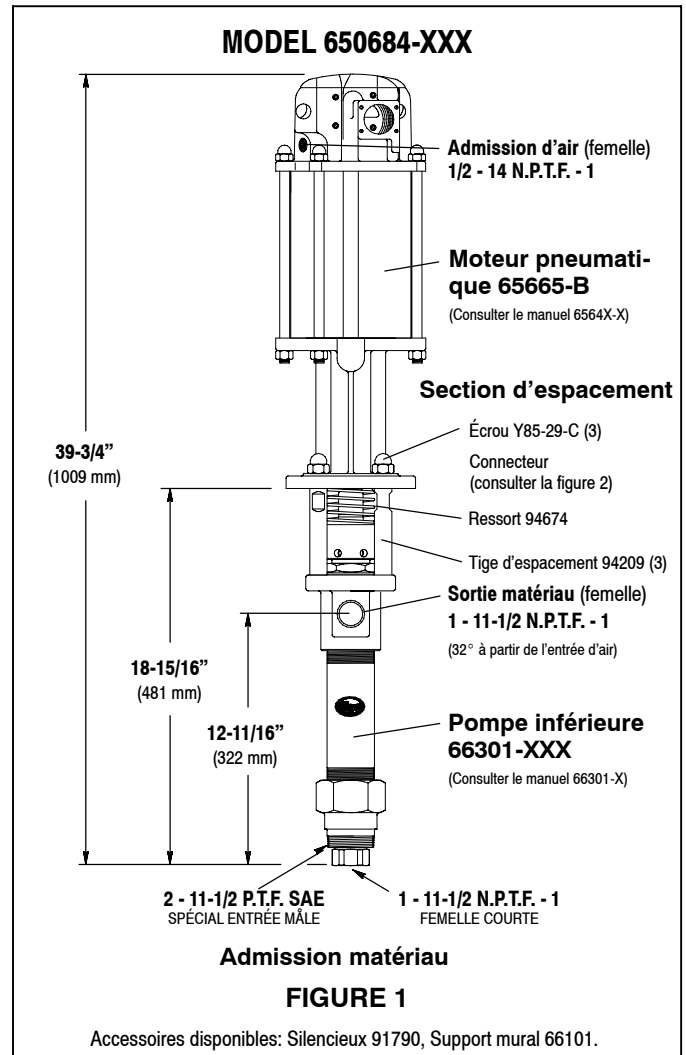

FIGURE 1
- Quite las tuercas de los tres vástagos espaciadores. (Fig. 1)
2. Retirer les trois écrous des trois tiges d'espacement. (Fig. 1)